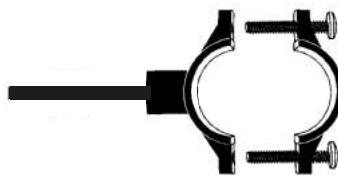

Рис. 8
3. Вставьте отрезок трубы 1/4" в скобу дренажного хомута (**рис. 8**). Край трубы должен выступать примерно на 4-5 мм от внутренней части скобы.